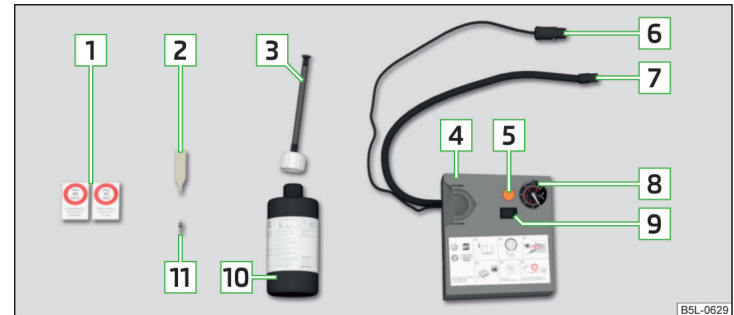

Abb. 213 Pannensetbeschreibung
- Den Ventileinsatzdreher **2** » **Abb. 213 auf Seite 197** auf den Ventileinsatz stecken, sodass der Ventileinsatz in den Schlitz des Ventileinsatzdrehers passt.
- Die Flasche **10** » **Abb. 213 auf Seite 197** einige Male kräftig hin und her schütteln.
- Den Reifenfüllschlauch **7** » **Abb. 213 auf Seite 197** fest auf das Reifenventil schrauben.
- Den entsprechenden Aufkleber **1** » **Abb. 213 auf Seite 197** auf die Schalttafel im Sichtfeld des Fahrers kleben.